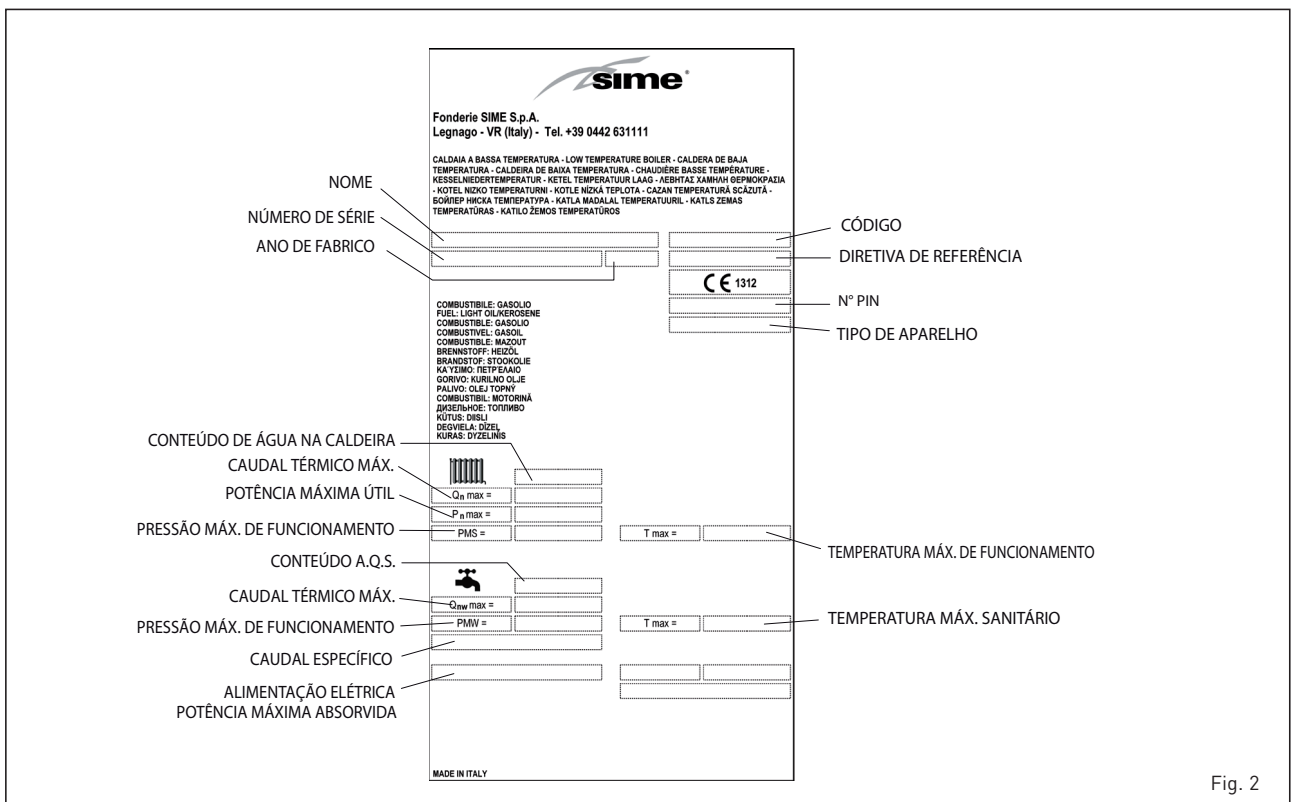

Fig. 2
1.2.1 Placa dados técnicos (fig. 2)